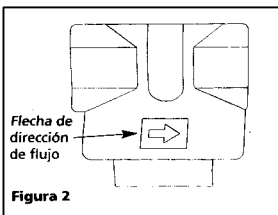

Figura 2
1. Ubique la flecha de dirección de flujo (Vea Figura 2). Esta flecha muestra la dirección del flujo de aire, o sea, apunta hacia la salida.